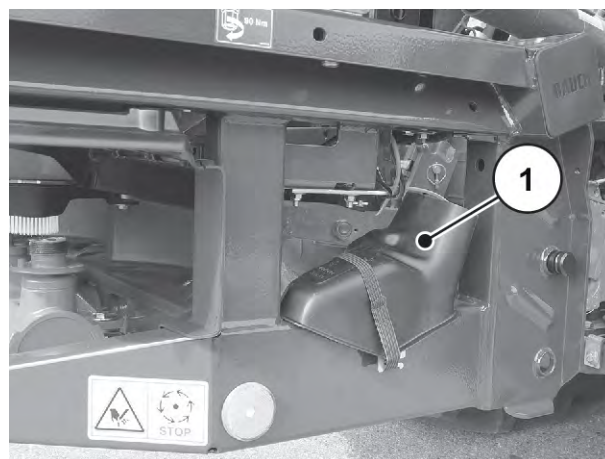

Рис. 35: Положение лотка для установки нормы внесения
- Подготовьте лоток для установки нормы внесения. См. *Рис. 35 Положение лотка для установки нормы внесения*